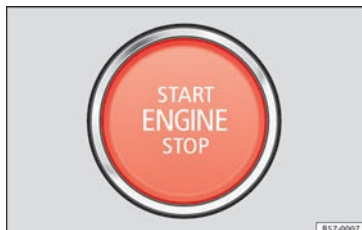

Fig. 164 Nella parte inferiore della console centrale: pulsante di avviamento.
3.	Premere brevemente il pulsante di avviamento » fig. 164 senza azionare l'acceleratore. Affinché il motore possa accendersi, nel veicolo deve esserci una chiave valida. Dopo l'avvio del motore, la luce del pulsante (START ENGINE STOP) diviene fissa; ciò indica che il motore si è avviato.
5.	Premere brevemente il pulsante di avviamento » fig. 164. Il pulsante START ENGINE STOP lampeggia nuovamente. Se il motore non si spegne, effettuare una disattivazione di emergenza » pag. 179.